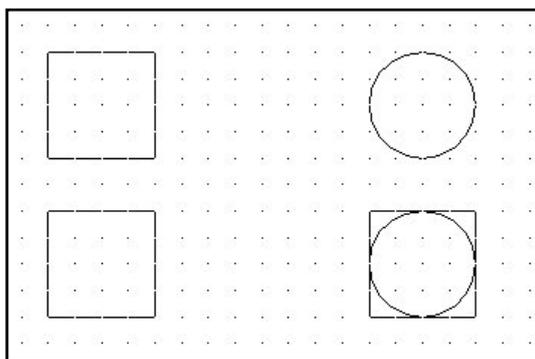

Рис. 2.
4. Вызовите команду *Стереть*. Выделите средний квадрат в нижнем ряду с помощью рамки, а равносторонний треугольник сверху с помощью секущей рамки. Для этого поместите квадратный маркер в область чертежа так, чтобы он не пересекал ни один объект, и выполните щелчок мышью. Этим вы обозначите угол рамки выбора. Переместите мышью вправо, и вы сформируете рамку. Выполните щелчок для фиксации второго угла рамки. Если перемещать мышью влево, сформируется секущая рамка. Удалите объекты, нажав клавишу <Enter> (см. Рис. 2). Затем с помощью команды *Ой* восстановите объекты.